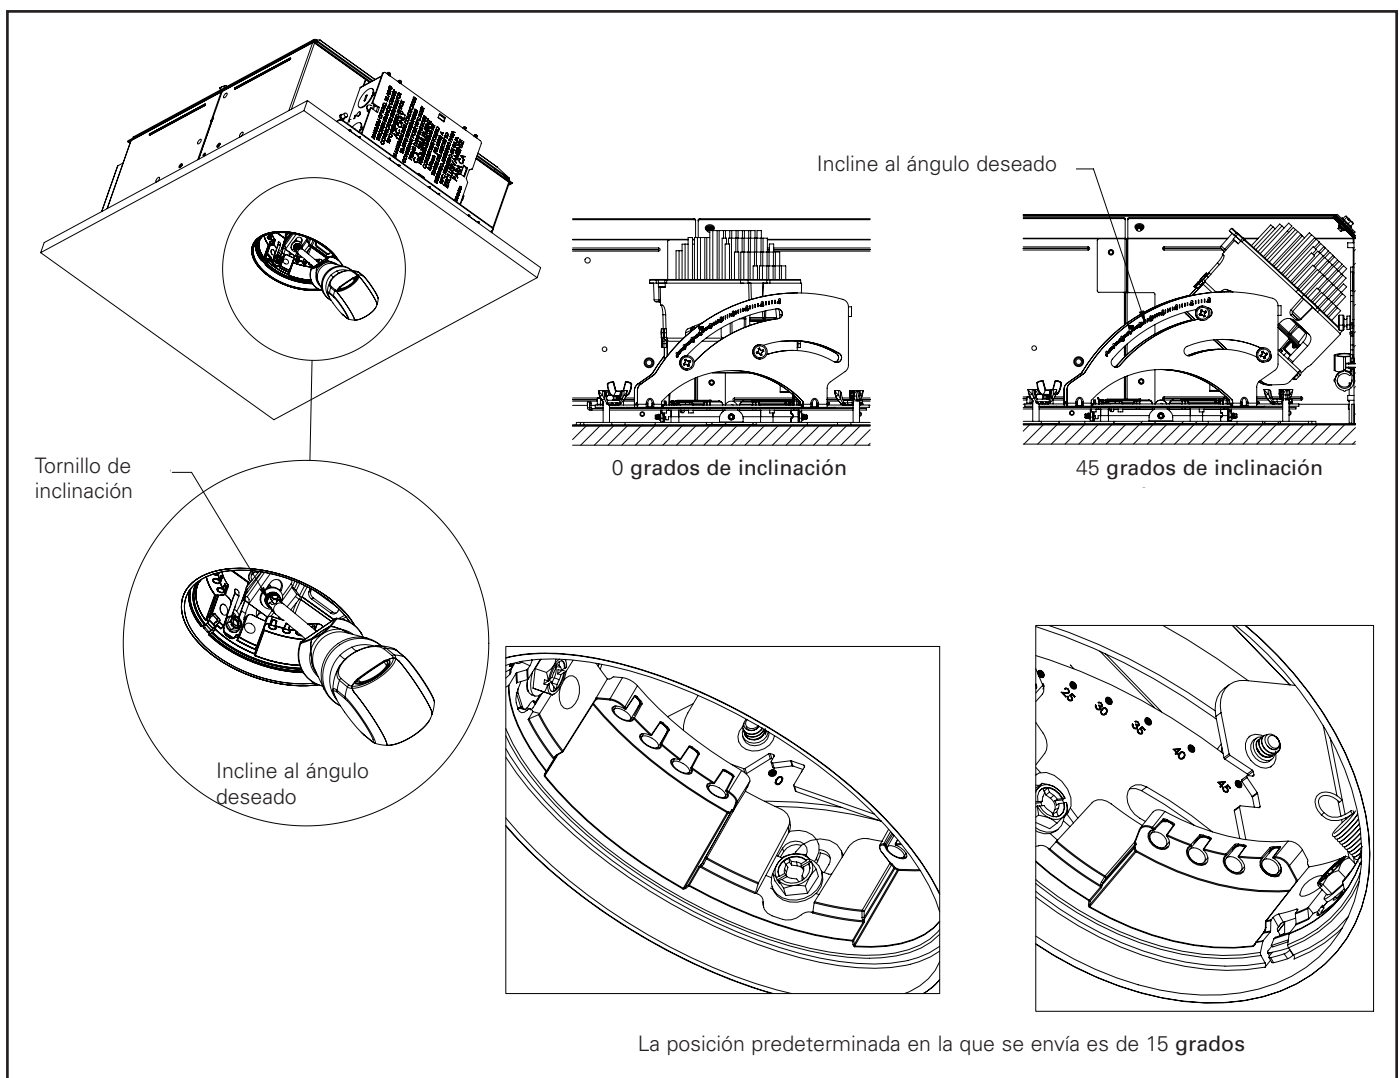

Figura 17
1. Inclina el mecanismo al girar el tornillo de inclinación en el sentido de las agujas del reloj (Figura 17). Consulte el dial angular del conjunto del mecanismo para determinar el ángulo de inclinación.
2. Asegúrese de que el mecanismo esté en la posición "downlight" de luz focal a 0 grados (consulte la Figura 17).
2. Asegúrese de que el mecanismo de ajuste esté a 0 grados (posición de luz focal "downlight". Consulte la Figura 17).
5. Inclíne el mecanismo 45 grados (consulte la Figura 17).